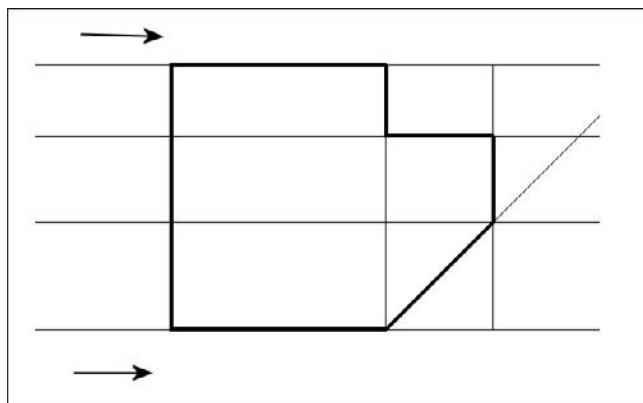

Fig. 4.11
- **Sélectionner l'objet à ajuster** (Select object to trim) : pointer les parties de lignes à couper, soit celles situées au-dessus de A et au-dessous de B. Appuyer ensuite sur Entrée pour terminer (fig.4.11).